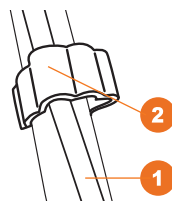

Рис. 6
- Закрепите кабель питания **1** с помощью клипсы **2** (рис. 6).